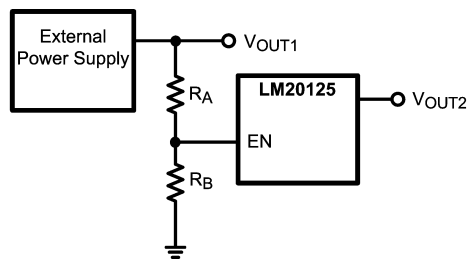

FIGURE 6. Sequencing LM20125 with Precision Enable
LM20125 の高精度イネーブル (EN) ピンおよびパワーグッド (PGOOD) ピンを使って、多くのシーケンス要件に対応できます。Figure 6 に示すとおり、2 つの外部抵抗を使用することにより、高精度イネーブル・ピンで LM20125 のターンオンを制御できます。